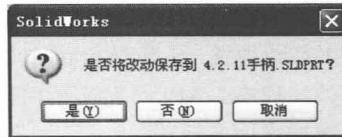

图 1-9 SolidWorks 提示框
- 关闭程序：单击“关闭”按钮×，可退出程序。当文档有修改时，程序会弹出如图 1-9 所示的提示框，提示用户是否要保存修改。单击“是”按钮，保存后退出；若单击“否”按钮，则不保存退出；若单击“取消”按钮，则取消退出操作。